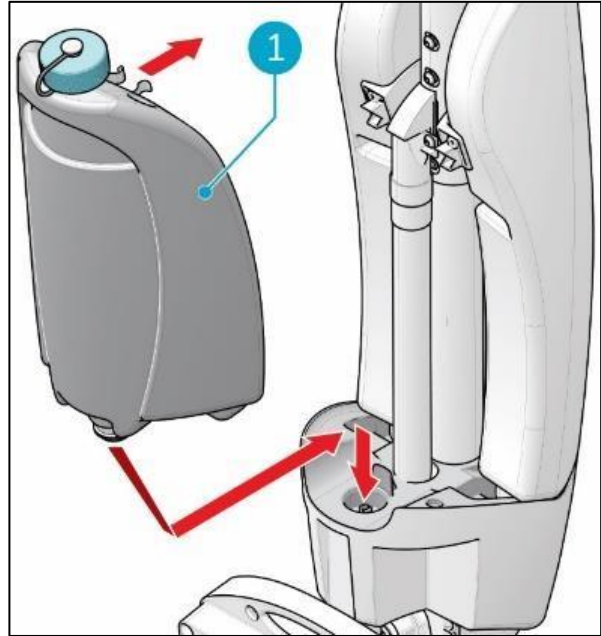

Figura 11
1. Coloque el depósito (figura 11, pos. 1) con la válvula primero en el i-mop® XL basic.